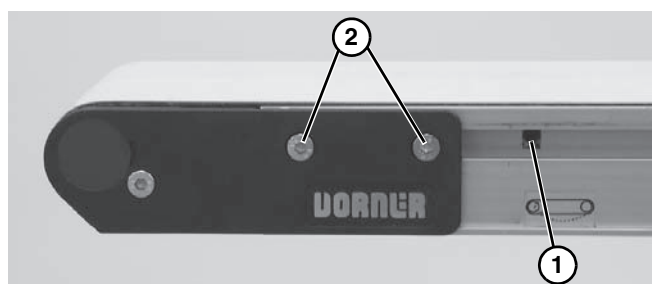

Figure 7
5. En vous servant d'une clé hexagonale de 5 mm, faites pivoter le pignon (**Figure 7, item 1**) pour appliquer une tension à la courroie du convoyeur. Resserrez les vis de fixation (**Figure 7, item 2**) des deux côtés du convoyeur à une valeur de 9 Nm. Pour appliquer correctement cette tension, consultez "Conveyor Belt Tensioning" on page 12".